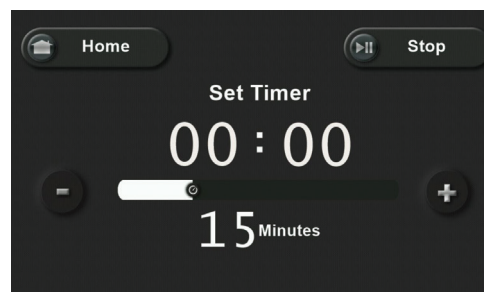

Fig. 1
3. Gebruik de schuifregelaar om de timer in te stellen. De maximale tijd is 30 minuten. (Fig. 1)